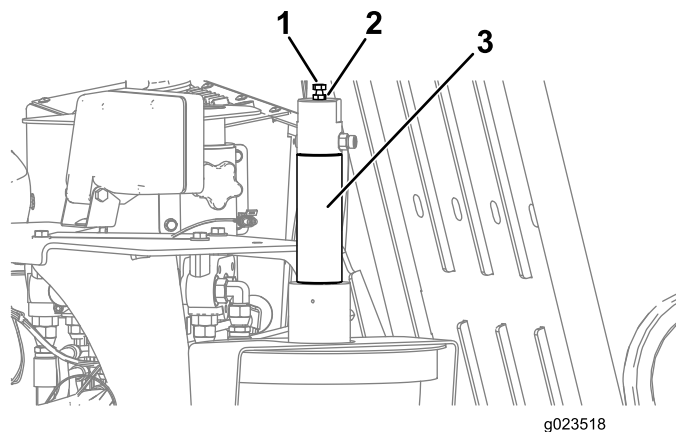

Figura 88
- Solte a porca no parafuso de ajuste localizado na parte superior do pistão do aplicador de lubrificante (Figura 88).